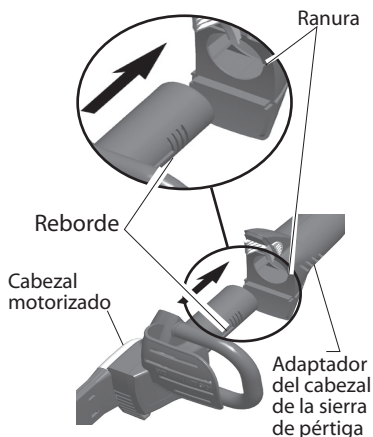

Figura 22 -Alinee el cabezal motriz con el adaptador del cabezal
3. Alinee el reborde del cabezal de la motosierra con la ranura del adaptador del cabezal en la pértiga (vea la figura 22).